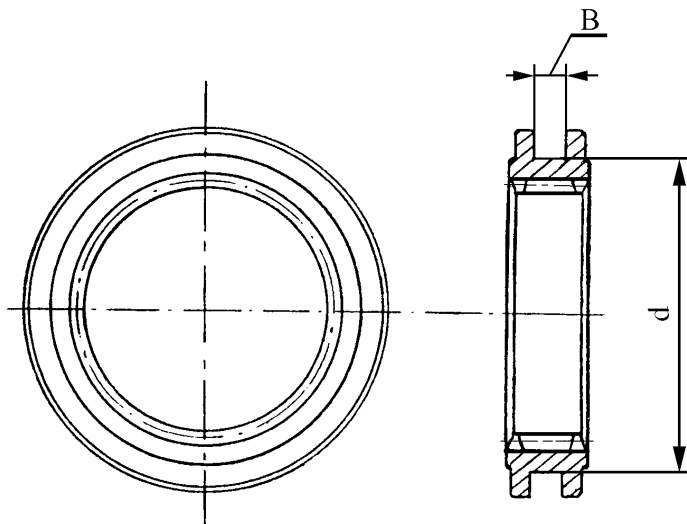

Рис.26. Муфты включения передач и блокировки дифференциала.
4.8 МУФТА ВКЛЮЧЕНИЯ ПЕРЕДАЧ 2121-1802116 И МУФТА БЛОКИРОВКИ ДИФФЕРЕНЦИАЛА 2121-1802148 (рис.26).